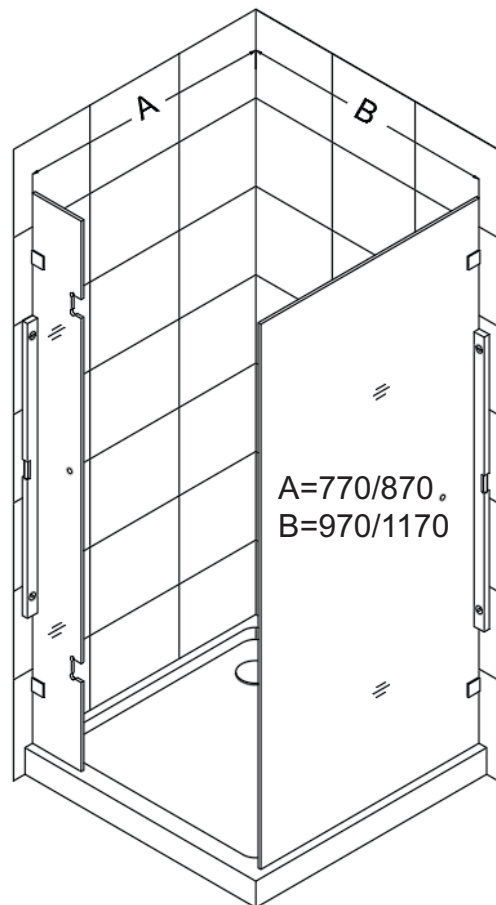

Рис. 4
2. Убедитесь, что стекла абсолютно ровно стоят относительно стен. См. Рис. 4 для подробностей.